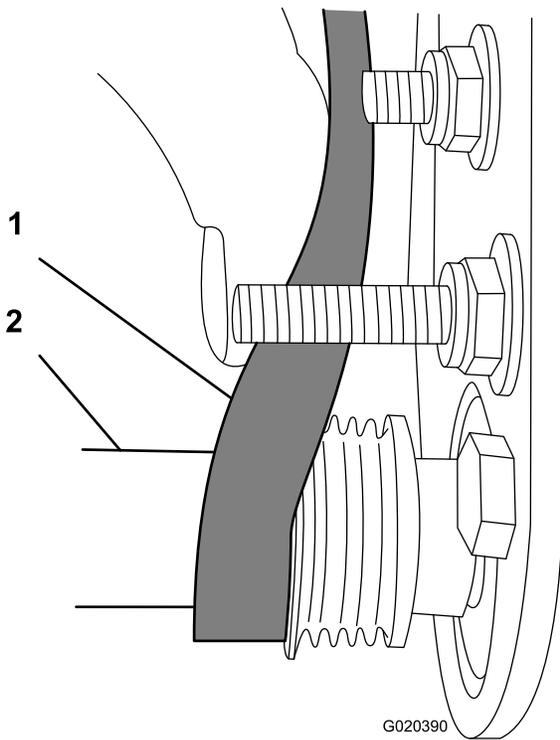

图 24
- C. 使用 9/16 英寸深套管旋转滚筒刷组件并把皮带引入从动皮带轮图 24。